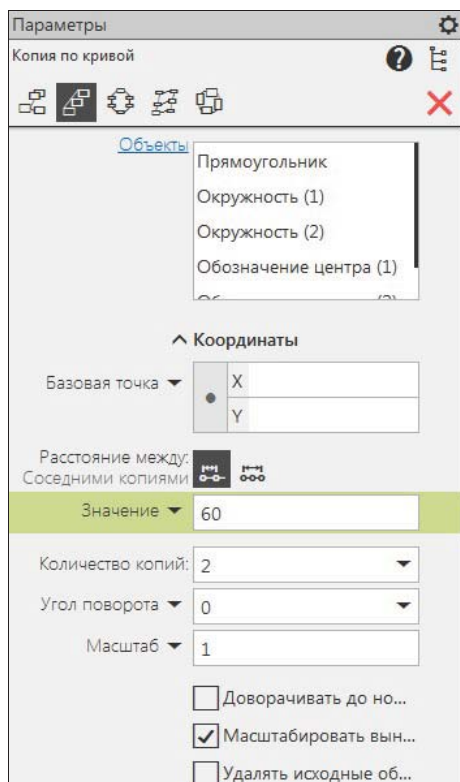

Рис. 11.13. Панель **Параметры: Копия по кривой**
- ◆ на панели **Параметры: Копия по кривой** (рис. 11.13) доступны окна для ввода значений следующих параметров: